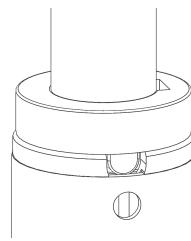

Figure 23 – Verrouillage du support de perfusion
2. Tourner et verrouiller le support de perfusion dans la gaine pour accessoires (Figure 23).